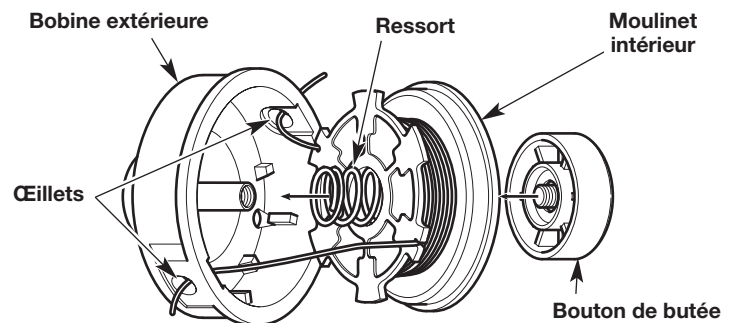

Fig. 32
1. Passez les deux extrémités du fil à travers les œillets situés sur la bobine extérieure. Placez le ressort à l'intérieur du moulinet. Insérez le moulinet dans la bobine extérieure. Poussez ensemble le moulinet et la bobine extérieure (Fig. 32).